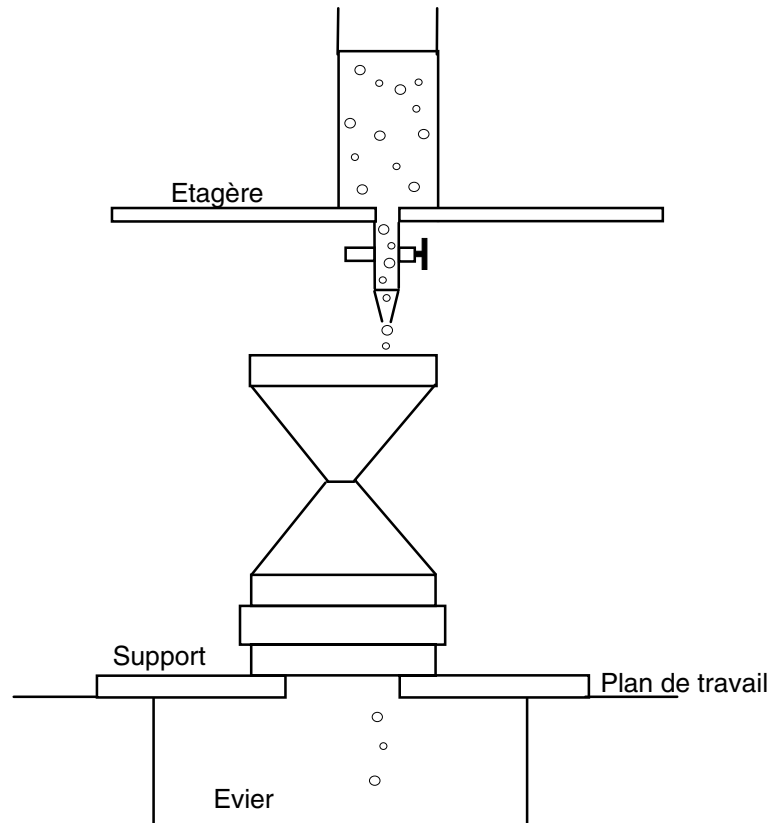

Figure 2 : Dispositif pour mettre en place et calibrer le pluviomètre
1. Installez le pluviomètre sur un évier comme indiqué à la Figure 2. Assurez-vous de son horizontalité.
1. Positionnez le pluviomètre comme à la figure 2, mettez à niveau avec précaution et connectez à la centrale.